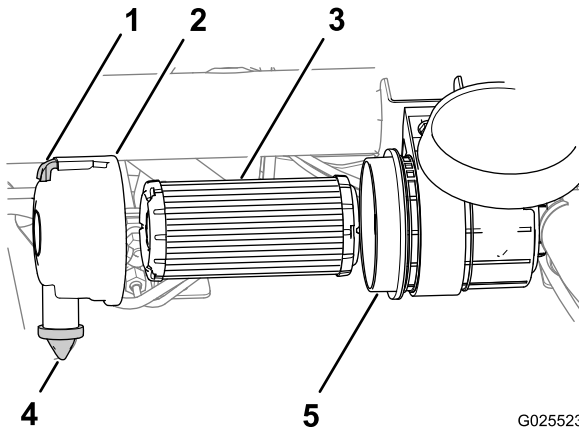

Figura 52
1. Tire hacia fuera del enganche y gire la filtro de aire en sentido antihorario (Figura 52).
3. Retire el filtro de aire de la carcasa (Figura 52).
4. Limpie el interior de la tapa y la carcasa del filtro (Figura 52).
5. Retire la válvula de polvo de goma de la cubierta (Figura 52).
6. Limpie el orificio de expulsión de suciedad situado en la tapa del limpiador de aire, y el hueco de la válvula de polvo, y vuelva a colocar la válvula de polvo (Figura 52).
8. Inserte el filtro de aire nuevo aplicando una ligera presión al borde exterior del filtro para asentarlo en la carcasa del filtro de aire (Figura 52).
9. Alinee la tapa del filtro de aire con la válvula de polvo situada en la posición de las 6, vista desde el extremo izquierdo de la tapa (Figura 52).
10. Sujete el enganche de la tapa del filtro de aire (Figura 52).